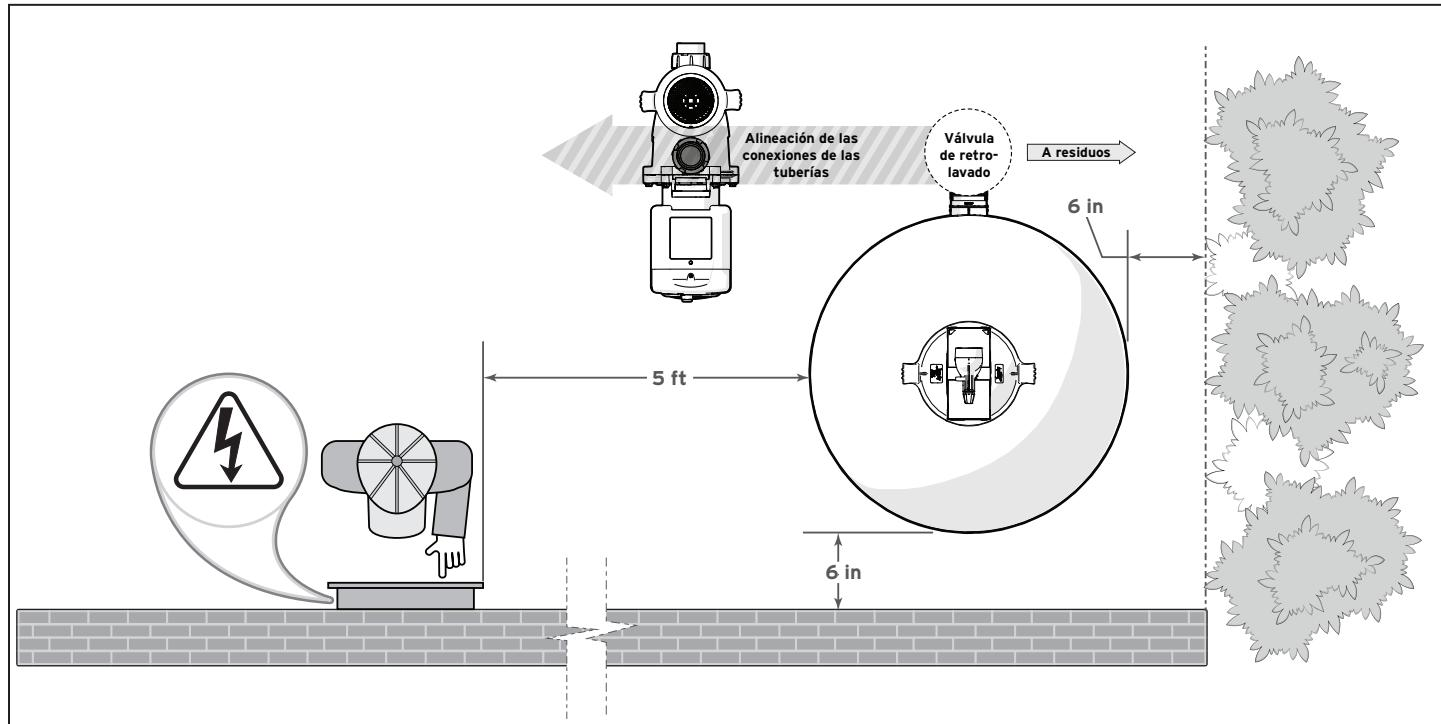

Figura 3. Requisitos de ubicación del filtro
1. Coloque el filtro en la base de hormigón, alineado con los tubos de entrada/salida. Consulte la Figura 3.